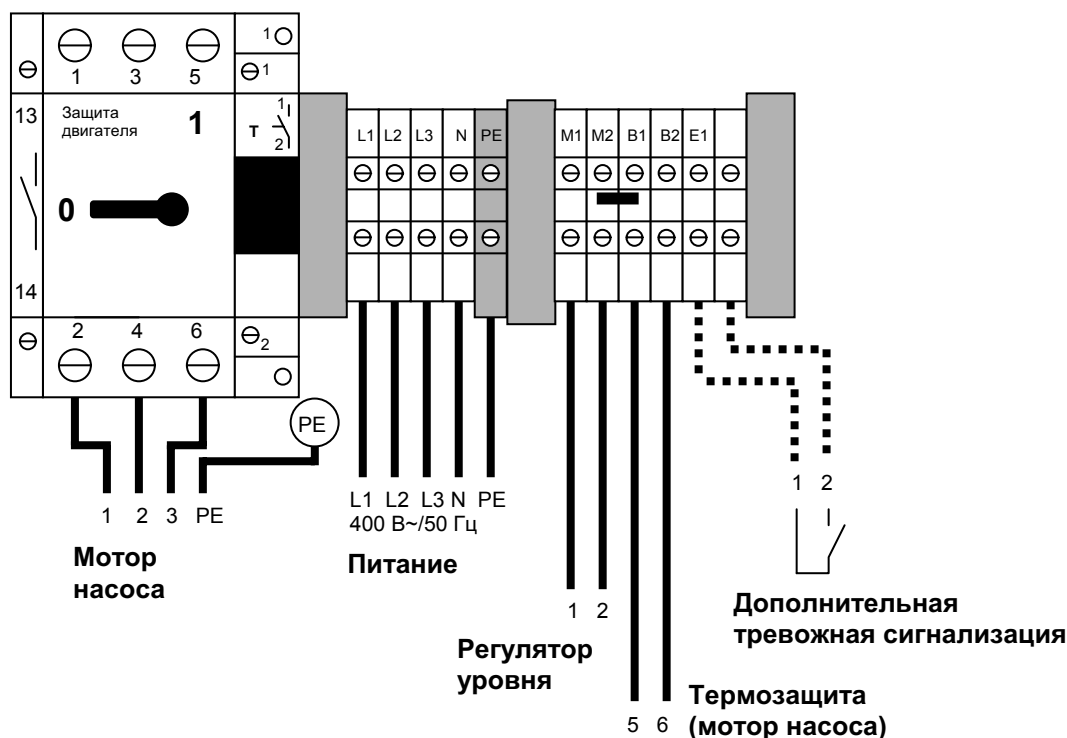

Рис. 9. Присоединение DrainLift S (3~) к распределителю (принадлежность)
- При подсоединении версии (1~) к распределителю для скрытой проводки отсоедините кабель от распределительной коробки штекера и подсоедините его согласно рис. 9а.
Рис. 9а. Присоединение DrainLift S (1~) к распределителю для скрытой проводки (принадлежность)